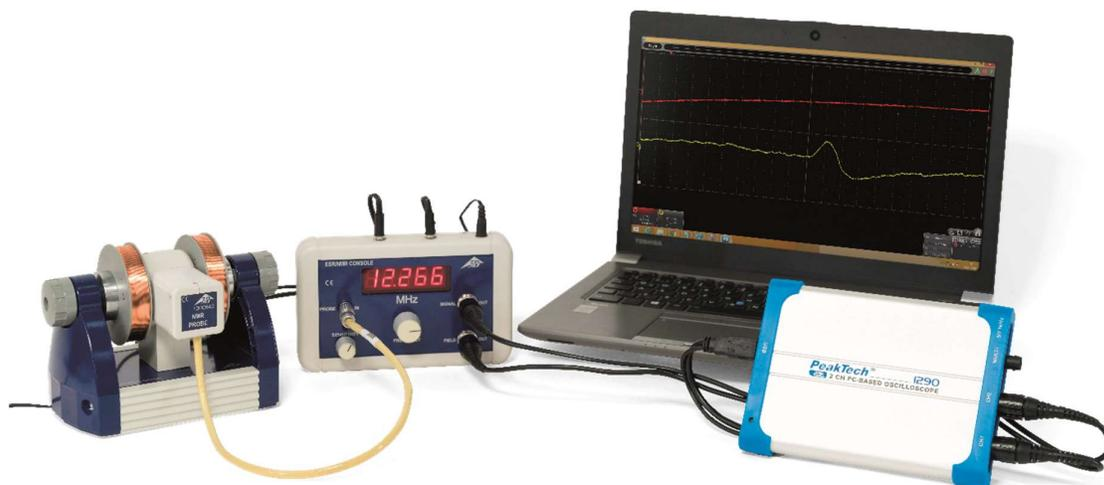

Fig. 3 Installation d'une expérience RMN avec un oscilloscope PC
- Connectez la sortie "SIGNAL OUT" du pupitre de commande au canal 1 de l'oscilloscope et la sortie "FIELD OUT" au canal 2 (voir Fig. 3).